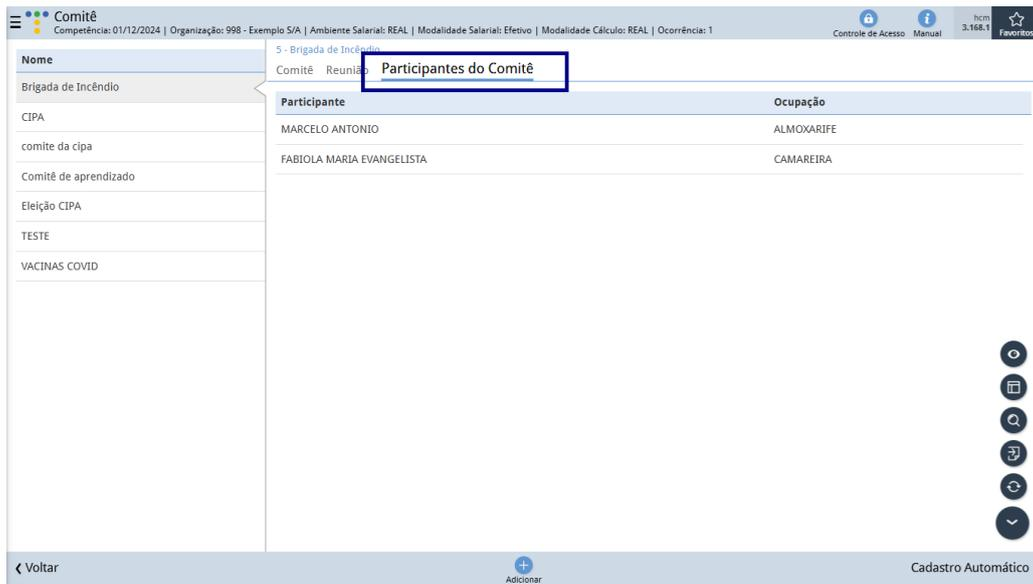

Figura 98: Participantes do Comitê
1. Selecione a aba **Participantes do Comitê** (Figura 98).